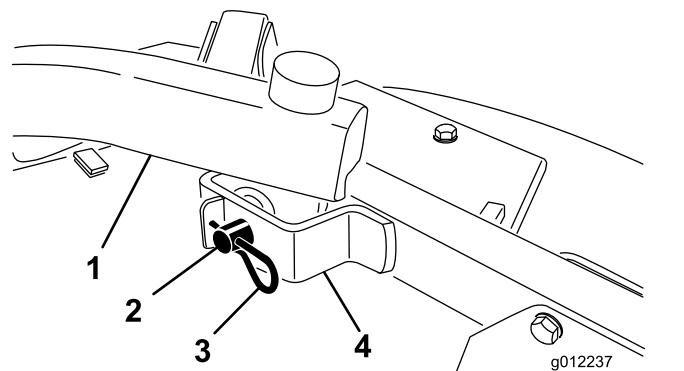

Figura 21
4. Rimuovete le coppie a forcina e i perni con testa che fissano i bracci di sollevamento alle staffe dei bracci delle ruote orientabili (Figura 21).